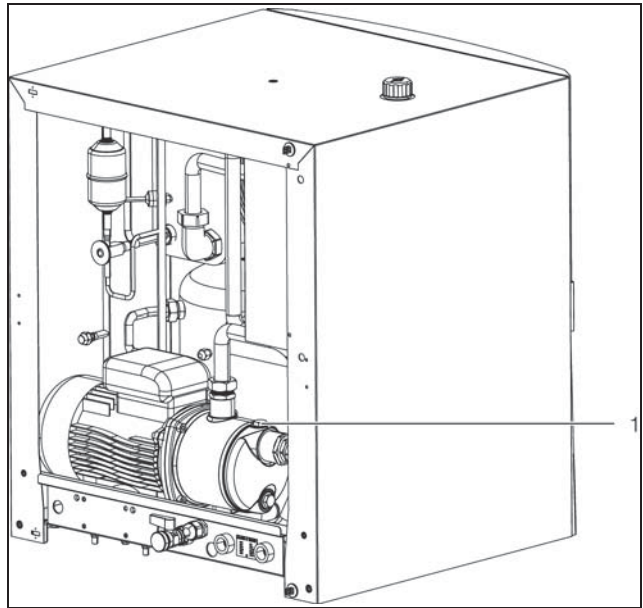
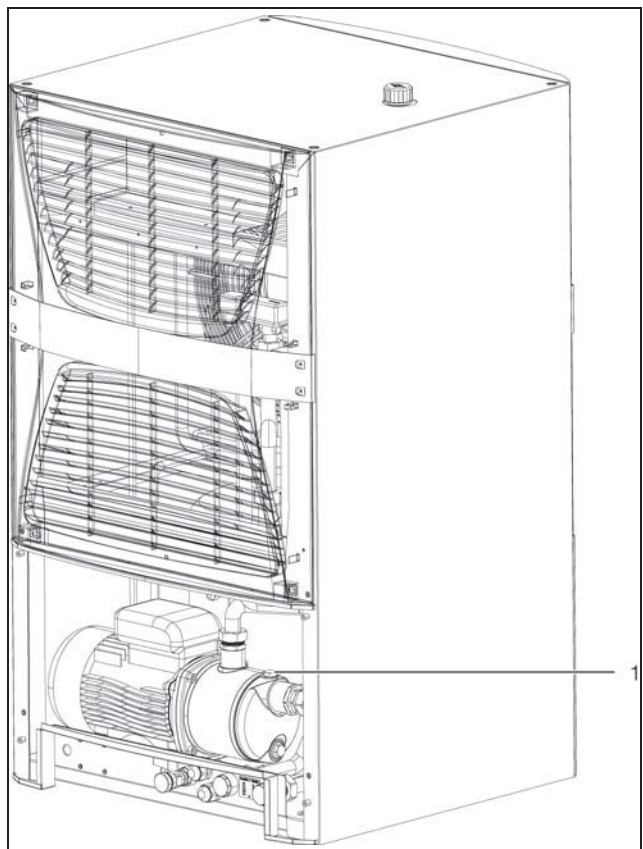

Fig. 53 : Purger la pompe d'agent de refroidissement (uniquement pour les modèles 3320.600 et 3334.600)
Fig. 54 : Purger la pompe (uniquement pour le modèle 3334.660)
- Purger la pompe d'agent de refroidissement (à l'arrêt) en ouvrant légèrement la vis de purge (fig. 53 et / ou fig. 54, pos. 1).